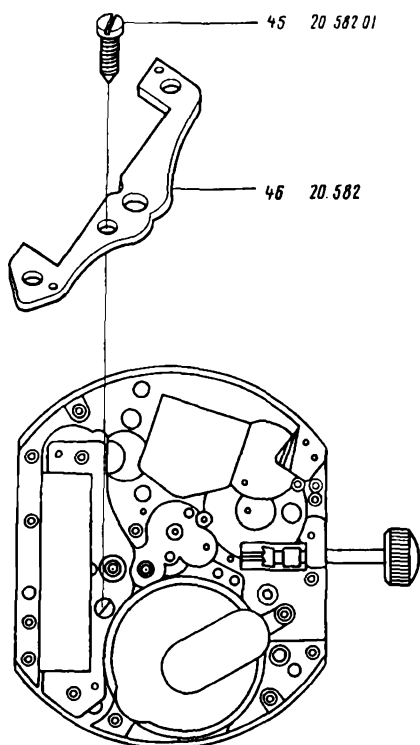

Рис. 150
48. Отвернуть и снять винт 45 статора (рис. 150)